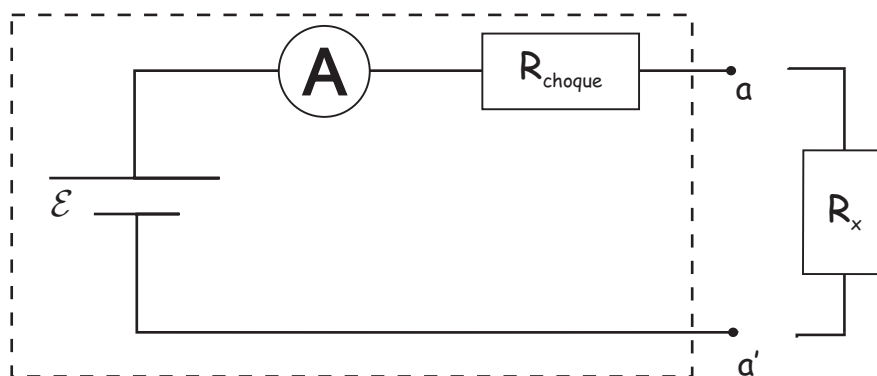

Figura 1: Esquema de un óhmetro
1. Móntese el circuito de la figura 1, conectando la resistencia de choque de $500\ \Omega$, situando **el amperímetro en la escala de $3000\ \mu\text{A}$** .
5. Móntese el circuito de la figura 1 empleando una resistencia de choque de $15\ \text{k}\Omega$, situando **el amperímetro en la escala de $1000\ \mu\text{A}$** .